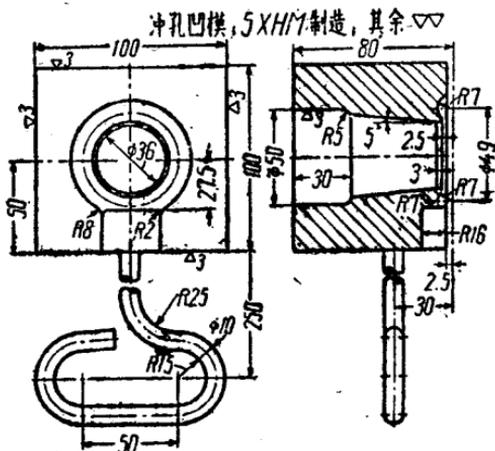

图 4
4. 冲孔模 冲孔模如图4所示，是按锻件图孔的大小设计的。凹模同冲头的间隙跟切边模相同。这个间隙是由扩大凹模内孔得来的。